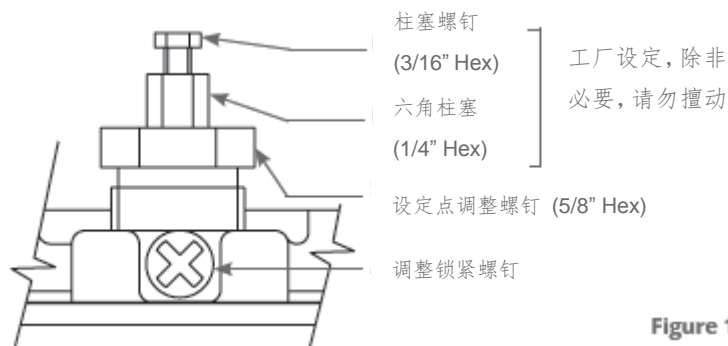

Figure 1
**i** 所有型号都有两件式可调柱塞(见图 1)。此功能的特点是安装在 1/4“六角柱塞中的 3/16”六角头螺钉。此组件的长度在我们的工厂进行调整，在正常调整过程中对控制功能至关重要，只有当柱塞被意外调整出现偏差时，才可做略微的调整操作。
- 2 松开十字螺丝调整锁。通过顺时针（左）转动 5/8”六角调整螺钉来调整设定值，以提高设定值，或逆时针（右）旋转至较低的设定值。通过将调整锁拧紧到调整螺钉上，可以增加调整螺钉上的张力。（见图 1）。控制包括高、低或中量程设置的未校准参考标度。进行调整时，不要超过铭牌上的耐压\*额定值，因为这可能导致设定值发生变化。
### 重新校准程序（参考图 1）